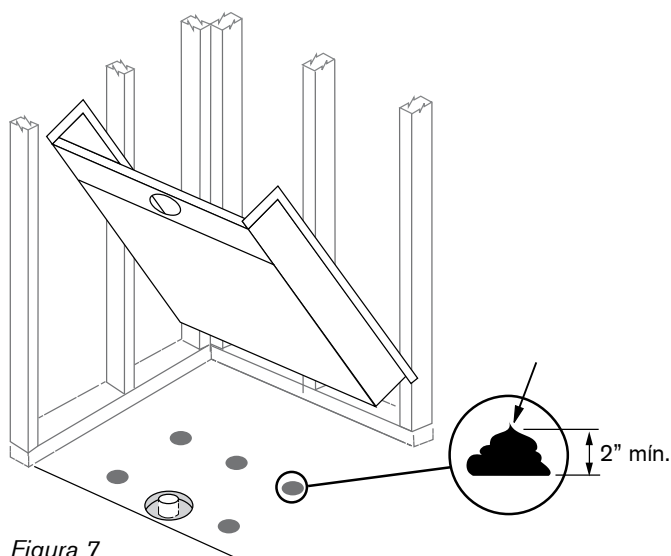

Figura 7
- 13 Coloque el plato en la cavidad y sosténgalo mientras aplica el lecho de lodo. Coloque porciones gruesas (mínimo 2" de alto) siguiendo el patrón que marcó en el piso. El lecho de lodo llenará el vacío para ayudar a soportar el plato. (Figura 7)